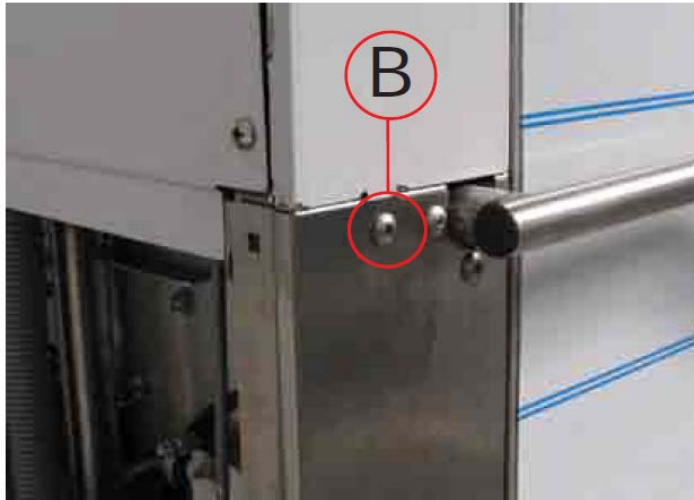

Fig. 3.2.5
6. Als de unit goed op zijn plaats is gezet, kunnen de schroeven zoals afgebeeld op fig. 3.2.5 geplaatst worden, de unit kan nu worden vastgezet..